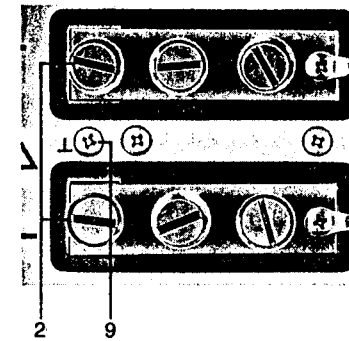

Abbildung 9.1
Die Kondensatoren C 505 bis C 508 sind durch Herausdrehen der Schraube (9) abzutrennen (siehe Abbildung 9.1).